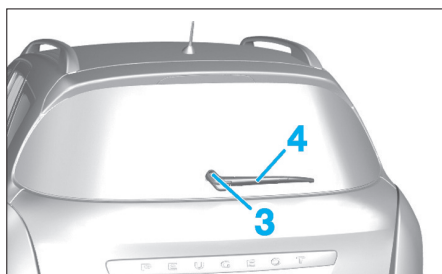

Fig. 140
- Déposer l'écrou (3) puis le bras d'essuie-vitre arrière (4) (Fig.140).